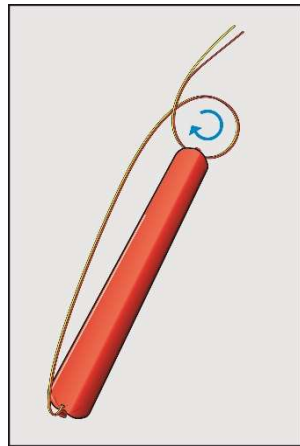

Abb. 3-24
- Binden Sie beide Zünderdrähte mit einem halben Schlag um die Patrone (Abb. 3-24, Abb. 3-25).